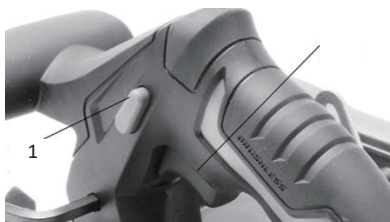

Fig. 5
6.2 Encendido y apagado (Fig. 5)
- a) Ponga en marcha la sierra circular presionando primero el interruptor de seguridad (1) y después el interruptor de encendido (2).
- b) El protector inferior del disco (18) se abre automáticamente cuando se empuja la sierra hacia adelante. No abra el protector inferior del disco (18) manualmente.
- c) Apague la sierra circular soltando el interruptor de encendido (2).